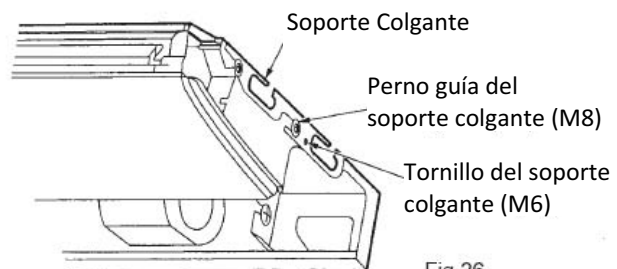

Fig.26
- Afloje los dos pernos guía del soporte colgante (M8) de cada lado a menos de 10mm. Quite los dos tornillos del soporte colgante (M6) en el lado posterior. Quite el soporte colgante jalándolo hacia atrás (Ver Fig. 26)
Apriete firmemente ambos pernos guía del soporte colgante (M8). (Ver Fig. 26)
Apriete firmemente ambos tornillos del soporte colgante (M6) para prevenir el movimiento de la unidad de interior. (Ver Fig. 26)